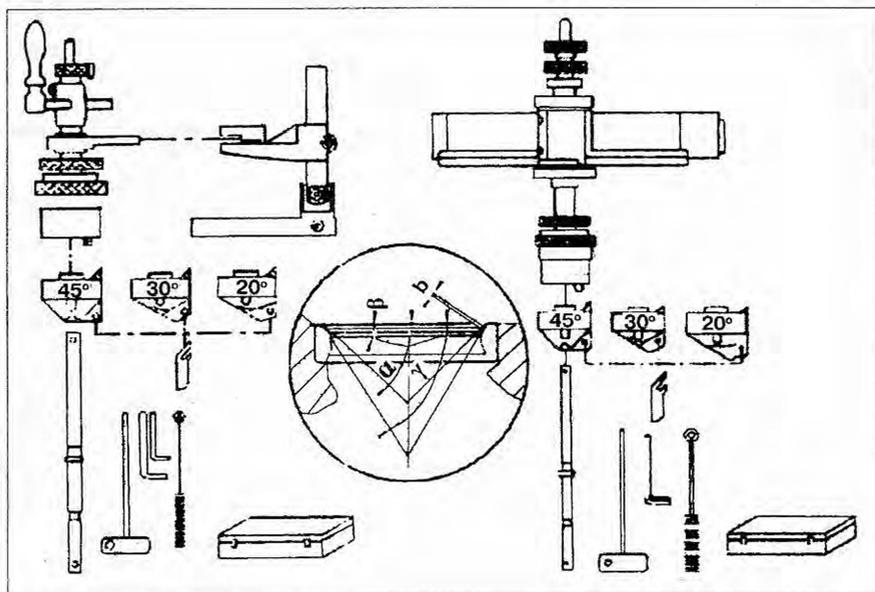

Рис. 2.396. Притирка седел клапанов: (МВ Sprinter ПИС. 2Б. 1546)
15. Притрите седла клапанов (рис. 2.396).